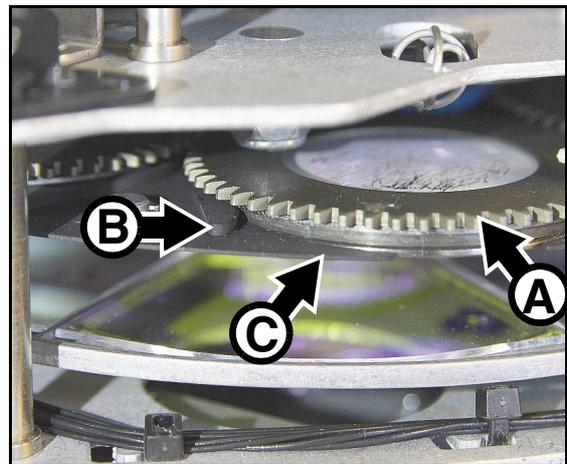

Bild 16: Entfernen des Gobos
- Siehe Bild 16. Fassen Sie den Gobohalter **A** am Rand und ziehen Sie ihn aus der Feder **B**. Der Flansch **C** muss über das Goborad stehen, um den Gobohalter entfernen zu können. Kippen Sie den Gobohalter stärker an, damit der Flansch **C** aus dem Goborad rutschen kann.